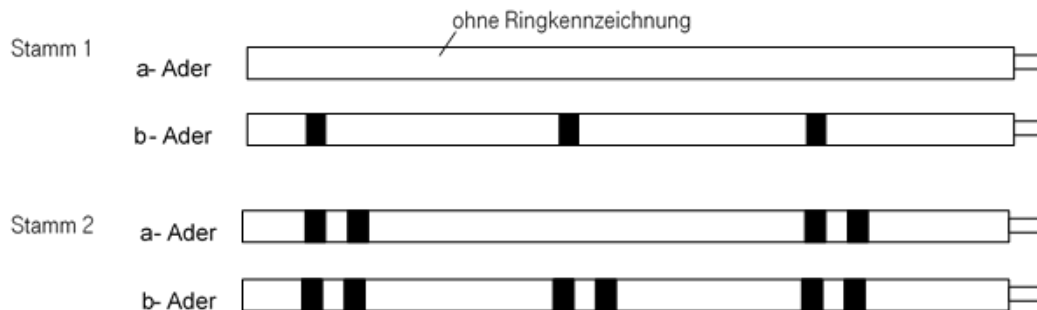

Abbildung 3: Aderkennzeichnung im Vierer
- 1) Zur Unterscheidung der einzelnen Adern innerhalb eines Vierers sind die Adern wie in *Abbildung 3* dargestellt gekennzeichnet.